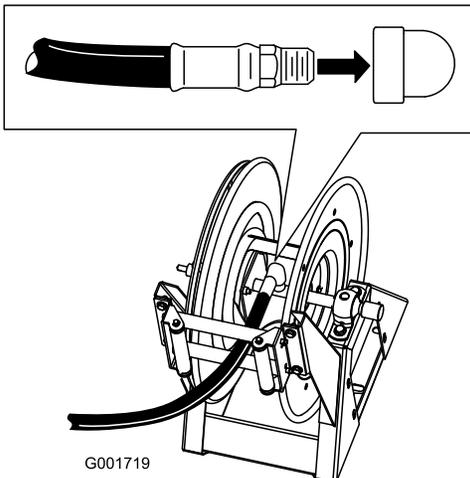

Bild 13
1. Wickeln Sie Teflon®-Band um das Gewinde am Schlauchanschlussstück am langen Schlauch und befestigen Sie das Anschlussstück am Verbindungsrohr an der Trommel (Bild 13).